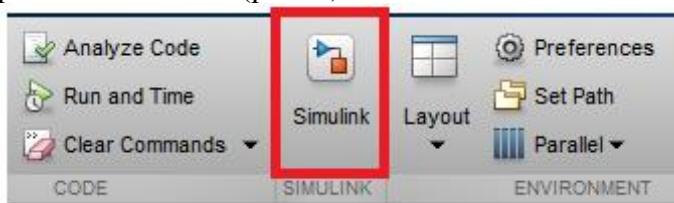

Рис. 1 Запуск модуля Simulink
- 2 Запустить модуль Simulink из панели задач программы MATLAB (рис. 1).